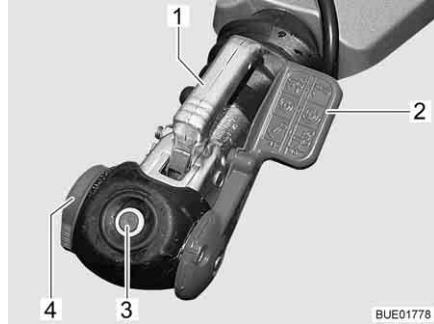

Fig. 3 Acoplamiento de seguridad AKS 1300
- Situar la palanca de estabilización (Fig. 3,2) en la posición superior.
- Girar la ruedecilla (Fig. 3,4) en sentido contrario a las agujas del reloj hasta alcanzar el tope de la posición de abierto.
- Tirar de la palanca de acoplamiento (Fig. 3,1) hacia arriba.
- Ejecutar control visual: El cilindro verde del indicador de seguridad (Fig. 3,3) debe estar visible.